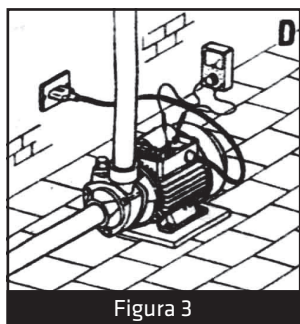

Figura 3
- 4- Verifique novamente todas as instalações elétricas e hidráulicas antes de acionar a moto bomba (**Figura 3**).